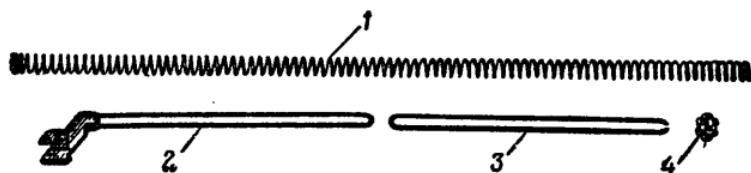

Рис. 33. Возвратный механизм:
**18. Возвратный механизм** (рис. 33) служит для возвращения затворной рамы с затвором в переднее положение.